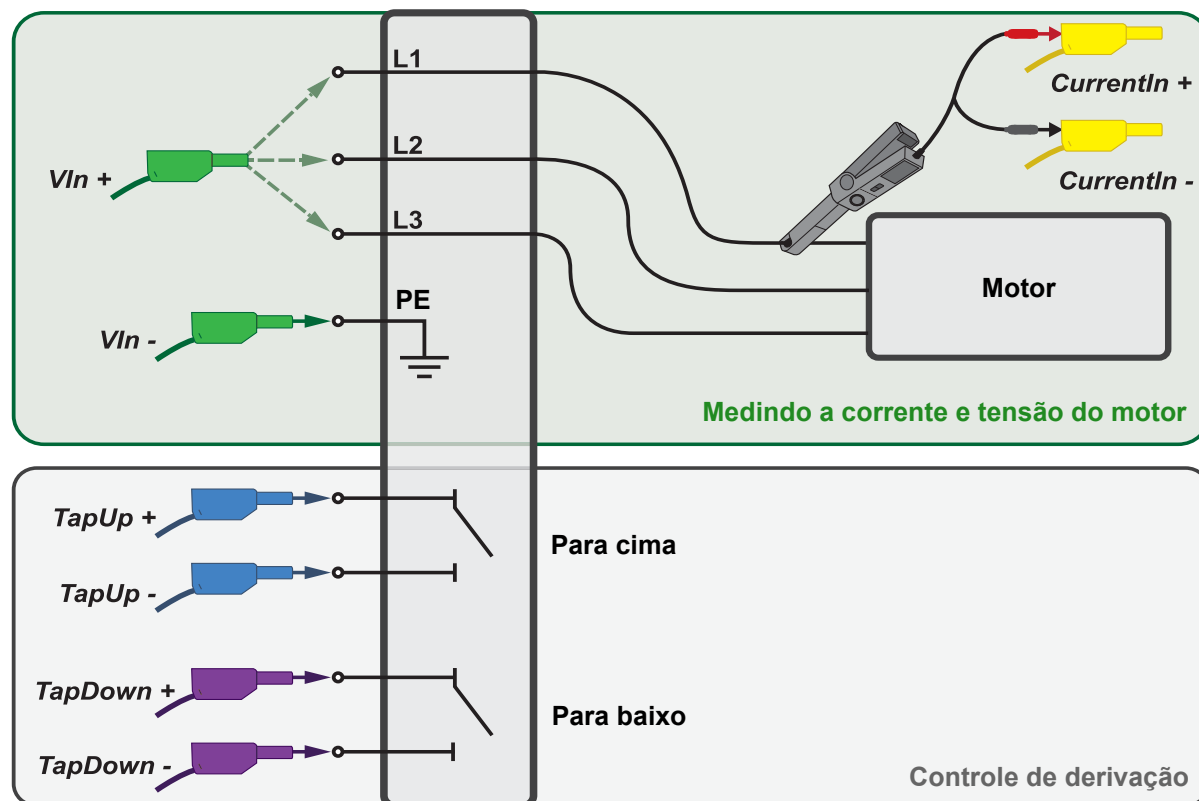

Figura 4-2: Esquema de conexão do cabo do comutador de derivação com o comutador de derivação
- III. Conecte o cabo do comutador de derivação aos terminais apropriados na cabine de controle do transformador (consulte a figura 4-2 abaixo).